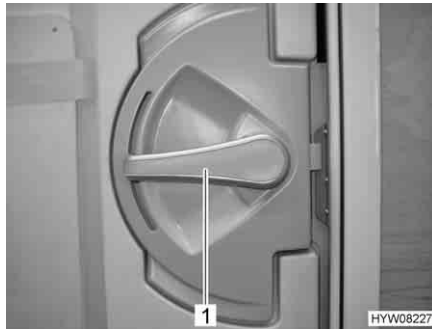

Fig. 30 Serratura della porta di ingresso, lato interno
- Premere la maniglia della porta (Fig. 30,1) verso il basso.
- Ruotare la maniglia della porta (Fig. 30,1) per circa 45° verso l'alto e lasciarla in questa posizione.